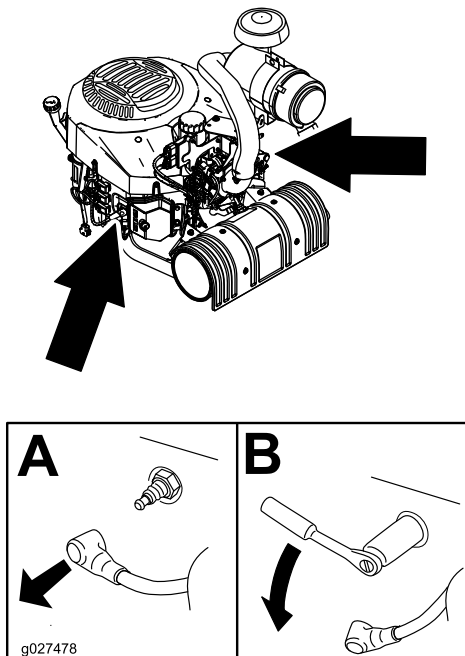

Figura 36
3. Individuate la posizione della/delle candela/e come illustrato nella Figura 36 e rimuovetele.